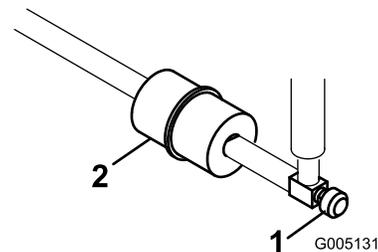

図 32
インラインタイプの燃料フィルタが、燃料タンクとキャブレタの間に設置してあります 図 32。
- 燃料バルブを閉じる 図 32。
- フィルタの下に回収容器を置き、フィルタのキャブレタ側のホースクランプをゆるめて燃料ラインからフィルタを外す (図 32)。
- もう一方のホースクランプをゆるめてフィルタを取り出す 図 32。